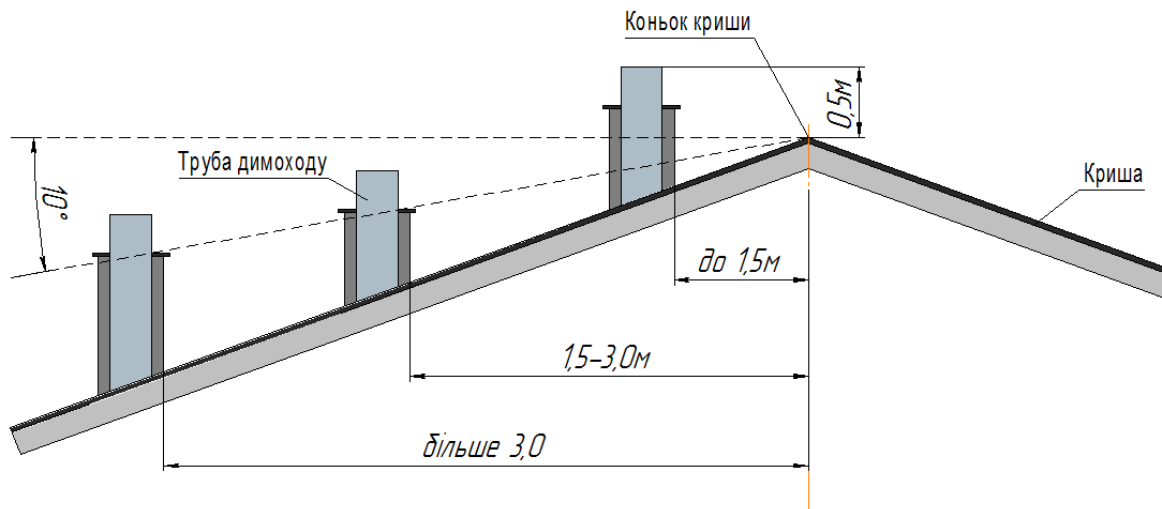
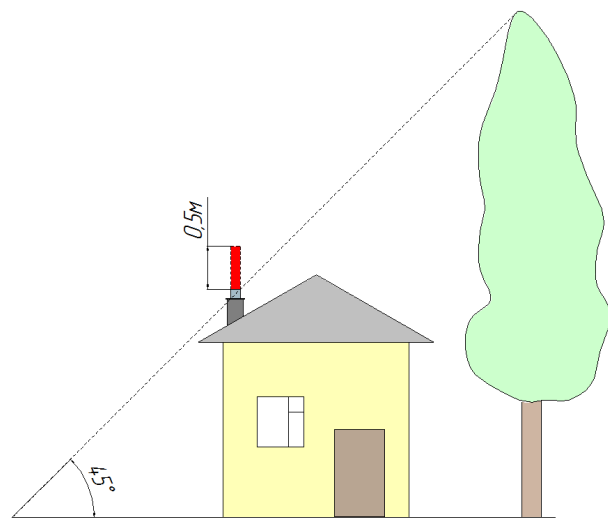

Рис.9 Рекомендована схема розміщення димової труби над гребеня даху.
Рис.10 Збільшення димоходу при наявності біля будівлі зони вітрового підпору.
7.6.3. Димохід повинен забезпечувати вихід димових газів з котла, не створюючи при цьому додаткових опорів (див. Рис.9 та Рис.10).